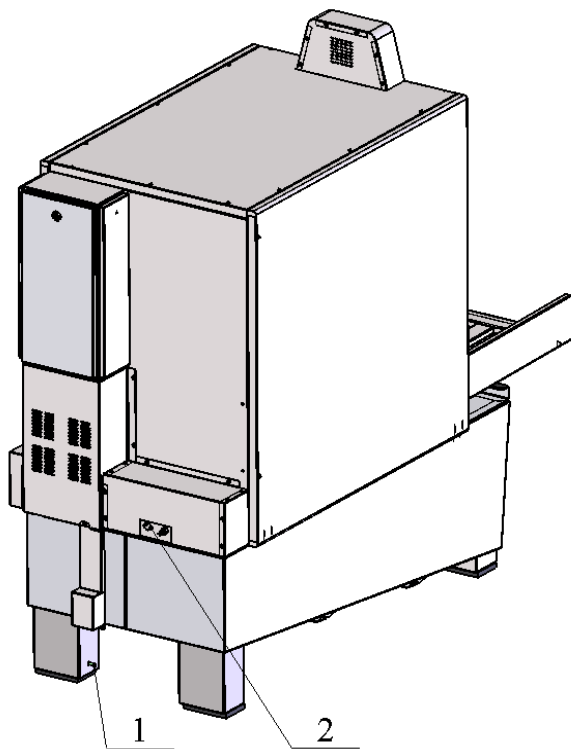

Рис. 3. 1 – болт (втулка) заземления, 2 – переходник для подключения воздуховода.
4.3. Подключить стенд к системе заземления, болт (втулка) заземления расположен на правой задней опоре ванны рис.3.
4.6. Подключить стенд к имеющейся пневмосистеме через переходник (рис.3), расположенный на задней стенке изделия.